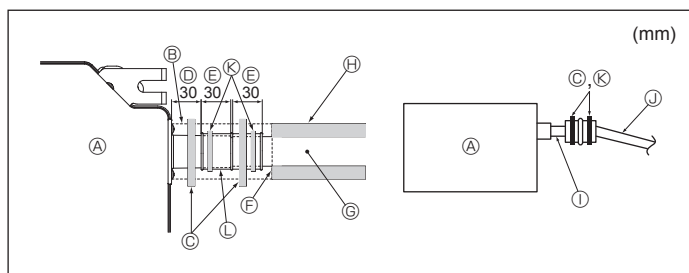

Fig. 6-2
1. Die Ablassmuffe (mit der Anlage geliefert) an den Drainageauslass anschließen. (Fig. 6-2) (Das Rohr mit PVC-Kleber ankleben und dann mit einem Band sichern.)